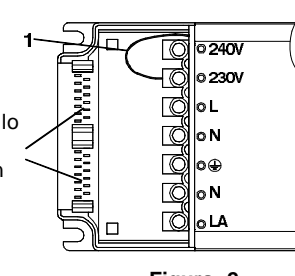

Figura: 2
Scelta del voltaggio. Fissare il cavo (1) al voltaggio corretto, fare riferimento alla fig. 2. Dopo aver connesso i cavi ai morsetti (3), i blocchi fermacavo (4) devono essere connessi ai fermacavo (5) e spinti completamente verso il basso. Montare la coprimorsettiera (2), fare riferimento alla figura 1.